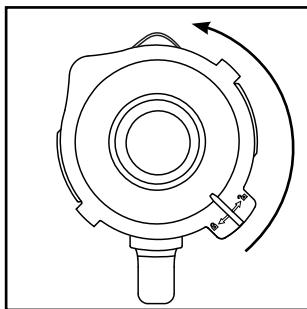

Fig. 1
- 2) Retire la tapa **2**; para ello, gírela en sentido antihorario hacia la posición (consulte la fig. 1) hasta que pueda extraerse hacia arriba.